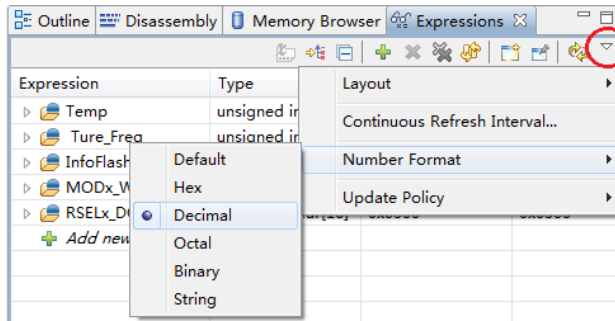

图 22.12 改变数值的进制
- 3) 如图 22.12 所示，点击圆圈内的三角，就可以根据需要改变数值的进制，以方便观察。